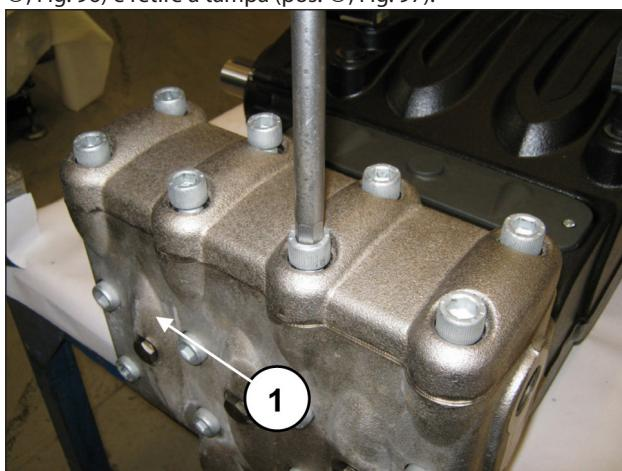
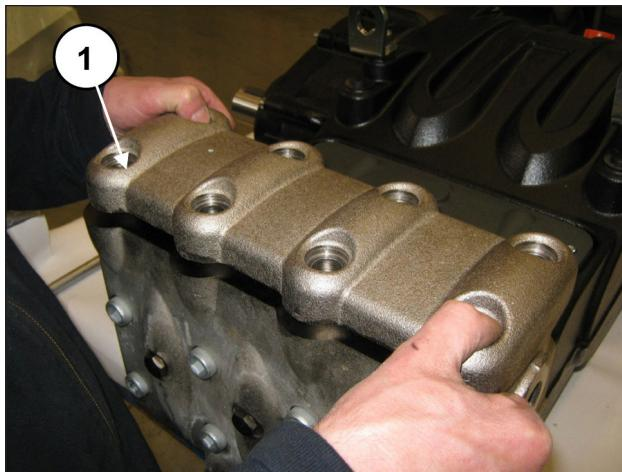

Fig. 96
Fig. 97
Desaperte os 8 parafusos M16x55 da tampa das válvulas (pos. ①, Fig. 96) e retire a tampa (pos. ①, Fig. 97).